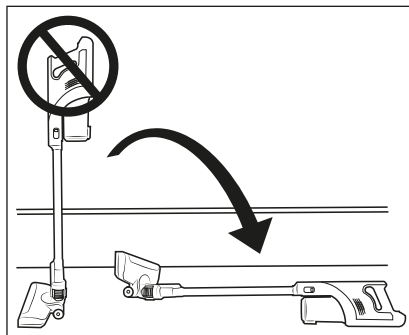

Fig. 9
- ▶ Stil ikke støvsugeren oprejst, hvis du ind imellem slukker den eller vil stille den fra dig. Sæt støvsugeren i vægholderen **18**, eller læg den på gulvet (se fig. 9 og 10).